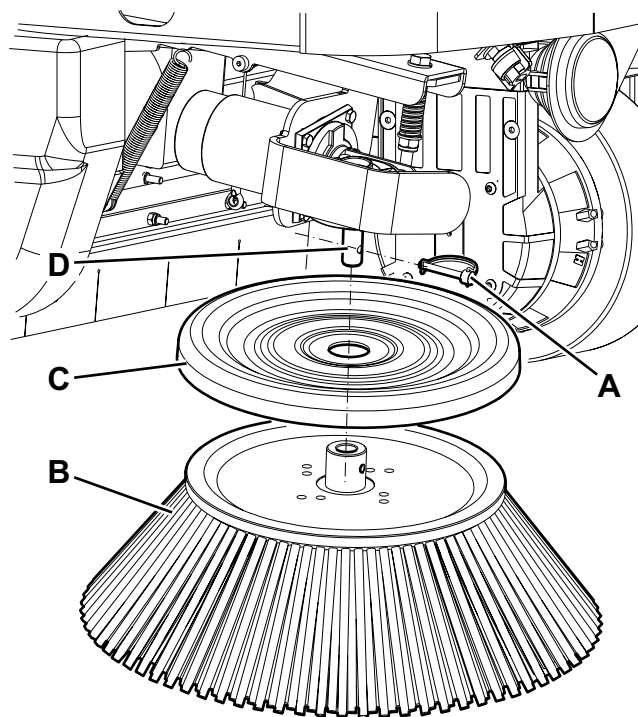

Рис. 12
2. Поверните ключ зажигания (61) в положение «0».
3. Поднимите боковую щетку с помощью рычага (64).
4. Снимите крепеж защелки (А, Рис. 12), чтобы снять ее.
6. Установите на узел (D) новую боковую щетку с защитным бортиком.